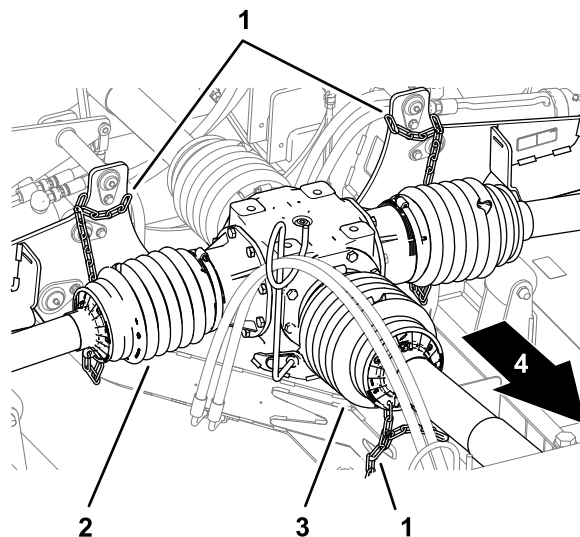

Рисунок 18
6. Убедитесь, что ограничительные цепи подсоединены к заднему кожуху вала механизма отбора мощности, кожухам приводных валов и раме газнокосилки (Рисунок 18 и Рисунок 21).